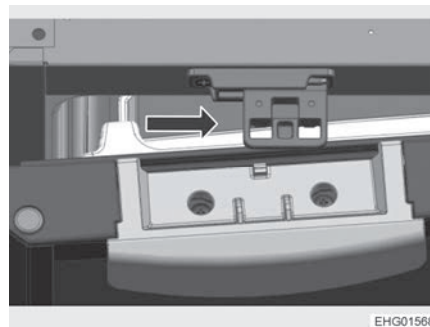

Fig. 136 Dispositif de fermeture
- Pousser le dispositif de fermeture vers la droite (Fig. 136, flèche).